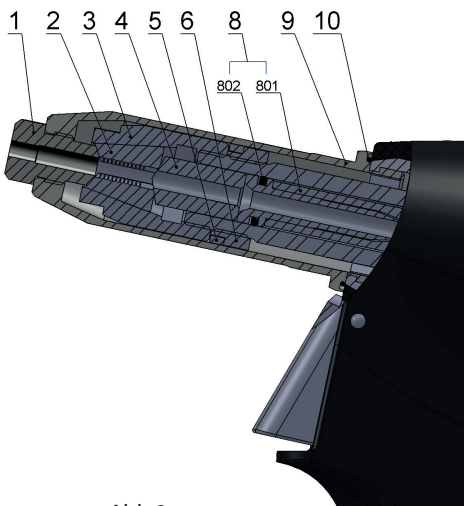
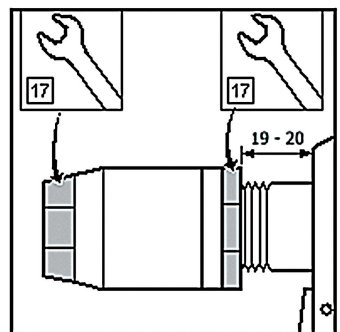

Abb.2
Abb.3
Trennen Sie das Werkzeug von der Druckluftquelle, schrauben Sie das vordere verstellbare Frontdüse /Abb.2 - Pos.9/ mit einem Schraubenschlüssel Nr. 23 ab, setzen Sie den Schlüssel Nr. 17 (15) auf die Spannhülse /Abb.2 - Pos.3/ und den Schlüssel Nr. 17 auf die HP - Mutter /Abb.2 - Pos.6/ und lösen Sie diese. Schrauben Sie die Spannhülse ab und tauschen Sie die Spannbacksätzen / Abb.2 - Pos.2/ und den Komplettes Saugleitung /Abb.2 - Pos.8/ aus. Alle verwendeten Gewinde sind Rechtsgewinde. Reinigen Sie die demontierten Teile gründlich und unterziehen Sie diese und insbesondere die folgenden Teile einer Sichtprüfung:
- 1) Spannbacksätzen /Abb.2 - Pos.2/ - Abgenutzte oder beschädigte Teile müssen ausgetauscht werden. Reinigen Sie verschmutzte Teile mit einer Drahtbürste.
- 2) Mundstück /Abb.2 - Pos.1/ - Überprüfen Sie die Funktionsflächen des Reduzierstücks auf Verschleiß.
- 3) Komplette Saugleitung /Abb.2 - Pos.8/ - Abgenutzte oder beschädigte Teile müssen ausgetauscht werden /Abb.2 - Pos. 801,802/.
- 4) Verstellbare Frondüse /Abb.2-Pos.9/ - Überprüfen Sie die Innenfläche auf Beschädigungen ($\varnothing 18$).
- 5) Abstreifring /Abb.2 - Pos.5/ - Ersetzen des Rings durch einen neuen Abstreifring, sofern dieser beschädigt oder abgenutzt ist.
Montieren Sie die Teile in umgekehrter Reihenfolge (siehe Teile-Demontage). Geben Sie einen Tropfen Schmieröl (wir empfehlen das Hydrauliköl HYPIN AWHM 32 CASTROL) auf die Außenfläche der Spannbacksätzen /Abb.2 - Pos.2/. Geben Sie eine dünne Schicht Plastik - Schmierstoff MOGUL LV 2-3 auf die Saugleitung und den O-Ring /Abb.2 - Pos. 801,802/. Die Grundeinstellung der Spannbacken erfolgt wie in Abb. 3 dargestellt.